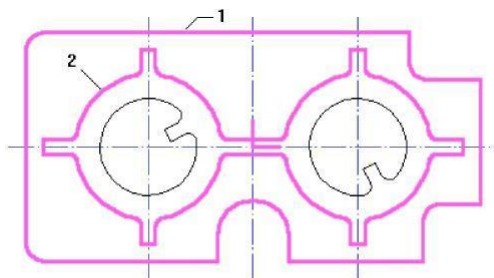

Рис. 4.5
Создание КЭ «Плоскость». Следующий технологический объект состоит из КЭ «Плоскость» и технологического перехода «Фрезеровать 2.5X» (рис. 4.5).
3. Укажите контур **1** (см. рис. 4.5). Будет определена граница плоскости.
4. Укажите контур **2** (см. рис. 4.5). Будет определена бобышка внутри плоскости.